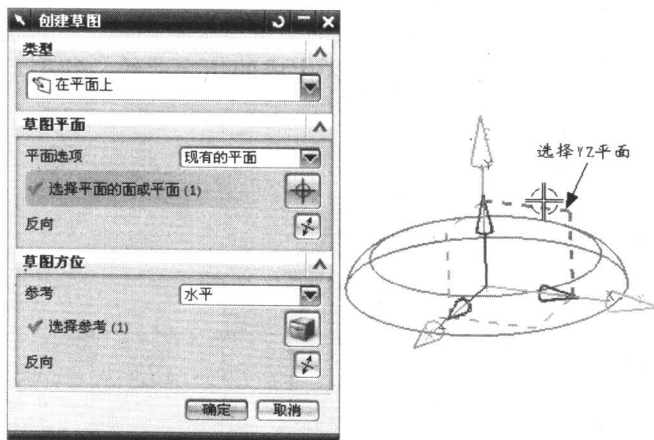

图 1-17
(1) 调用【草图 】功能，选择如图 1-17 所示的 YZ 平面作为草图平面。